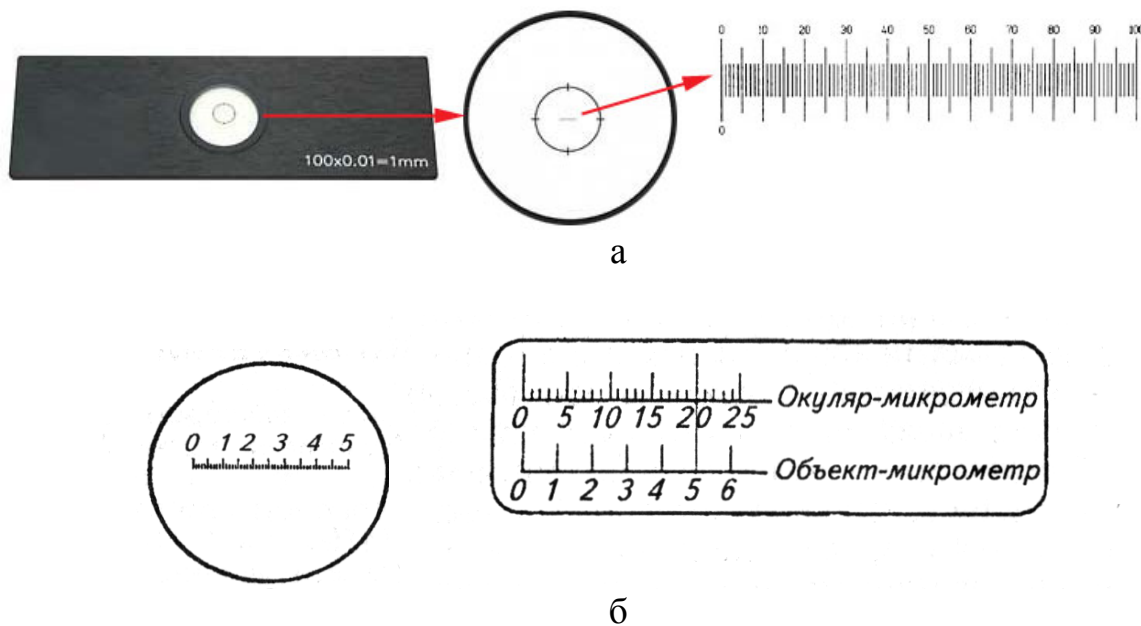

Рис. 2. Микрометры:
– на предметный столик микроскопа установить объект-микрометр (рис. 2). Объект-микрометр надо расположить на предметном столике так, чтобы штрихи его шкалы были параллельны двойному штриху винтового оптического микрометра.